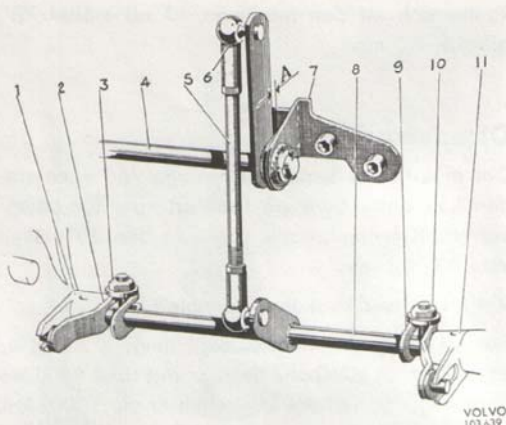

Bild 118. Mellanaxel och hävarmar
2. För in mellanaxeln i sitt läge mellan förgasarna, se bild 118. Se till att skärmskivan är felfri och tätningsytorna rena.
1. Anbringa ett bladmått 0,5 mm vid "A" bild 118 mellan hävarmen och dess anslag. Skruva ut snabbtomgångs- och tomgångsskruvarna så att spjällen stänges helt.
2. Lossa muttrarna (3 och 10, bild 118) och tryck ytterändan av hävarmarna (2, 9) på mellanaxeln försiktigt nedåt så att medbringarpinnarna nått och jämnt får kontakt med undre tanden på spjällaxlarnas hävarmar (1, 11).